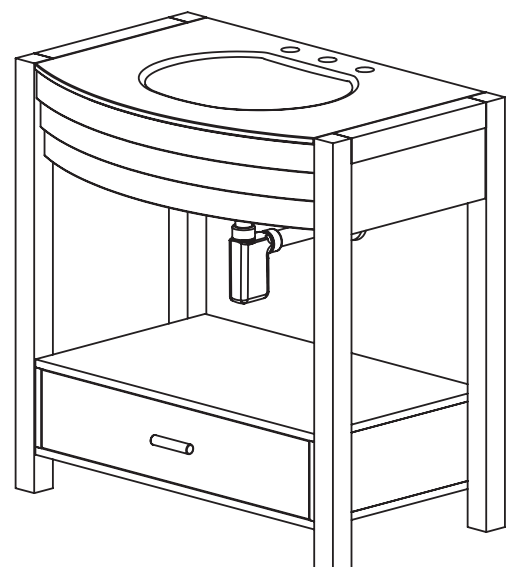

Figure 9
- Reportez-vous à la figure 9 pour voir le meuble-lavabo fini.